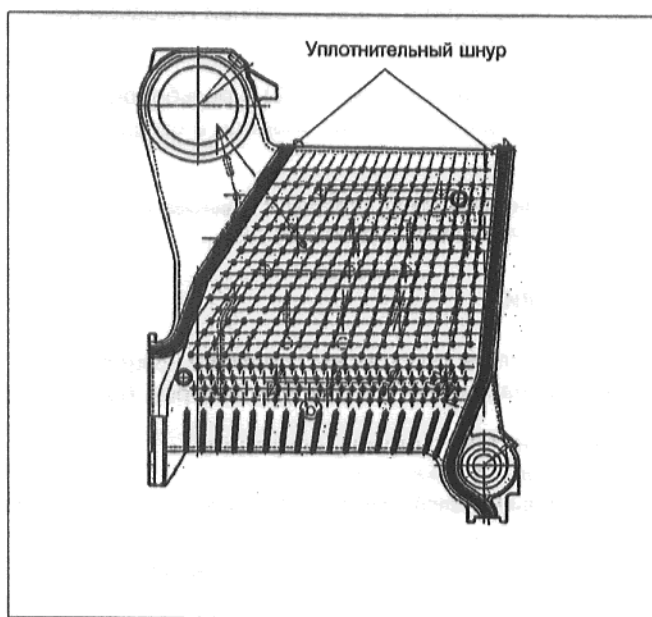

Рис. 5
- Нанести в уплотнительный паз между парами секций с одной стороны адгезионное грунтовочное средство с помощью кисти. По истечении непродолжительного времени высыхания клеить (отрезанный по длине) уплотнительный шнур в паз (рис. 5).
- Установить следующую пару секций ступицами к ниппелям. Вставить прессовые стяжки в верхнюю и нижнюю ступицу (рис.5а).
Рис. 5а